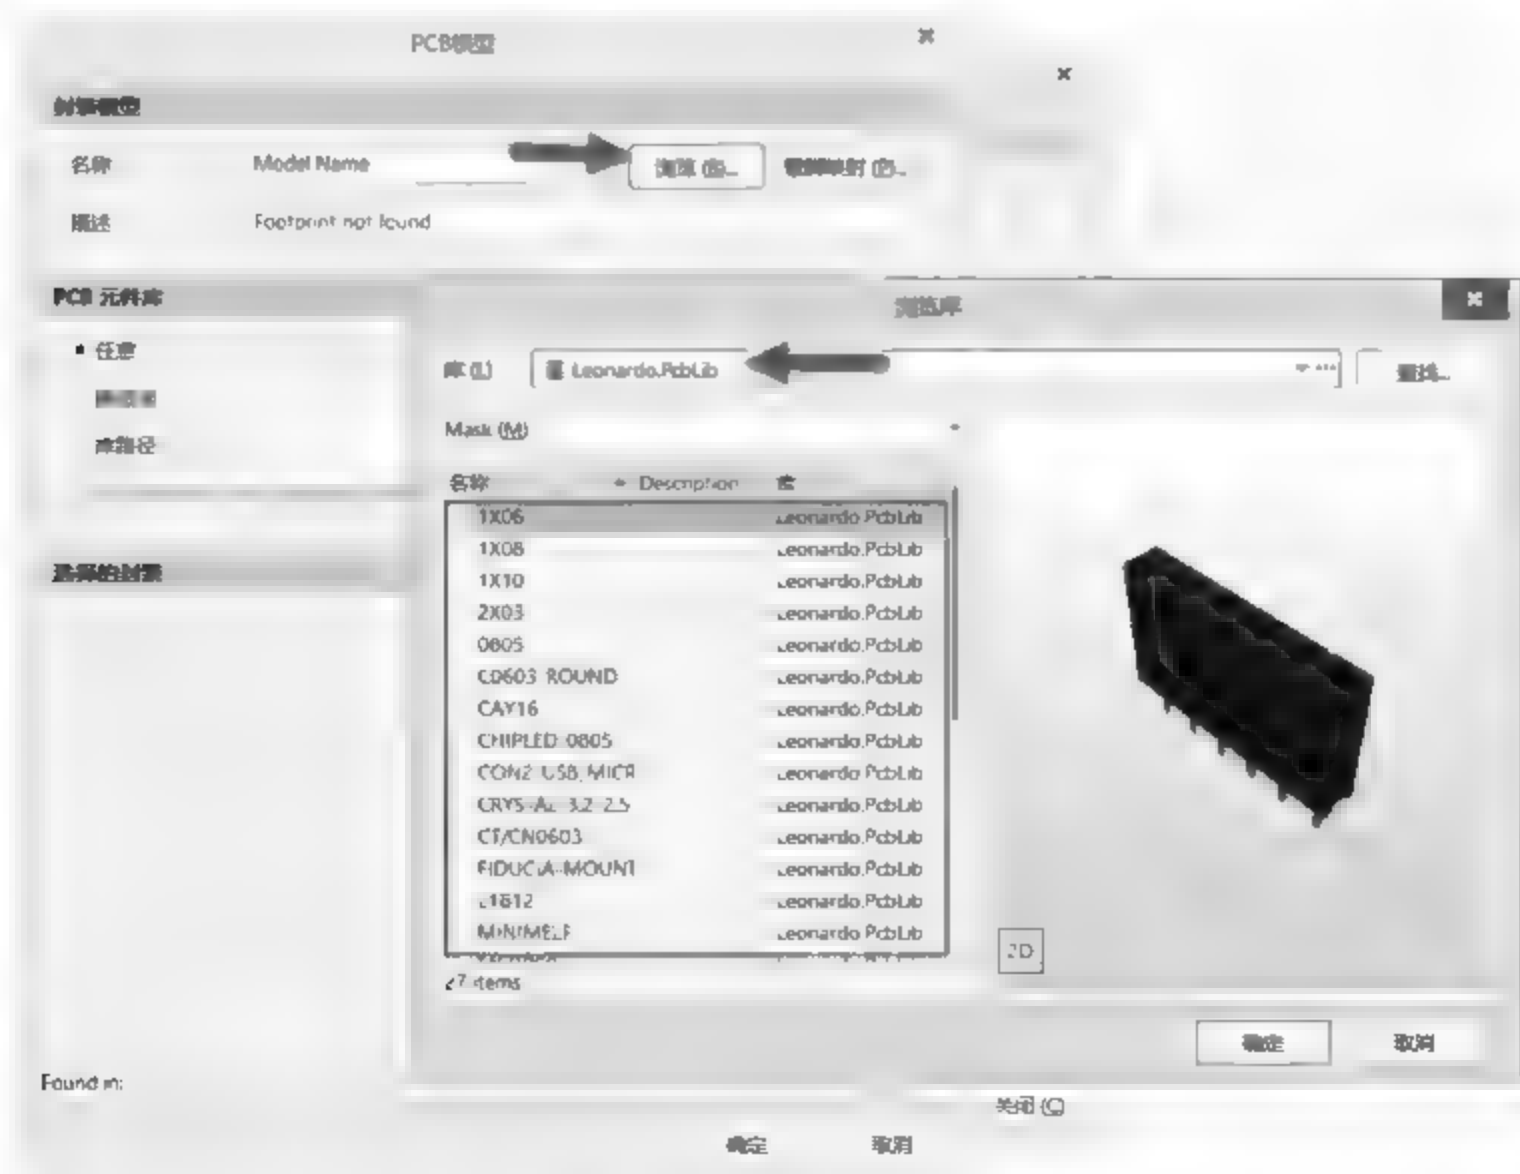

图 3-65 添加封装模型
(3) 单击 Add Footprint 右侧的下拉按钮,在弹出的菜单中选择 Footprint 命令,在弹出的“PCB 模型”对话框中单击“浏览”按钮,在弹出的“浏览库”对话框中选择对应的封装,然后依次单击“确定”→“确定”→“关闭”按钮,即可完成元件符号与封装的关联,如图 3-65 所示。